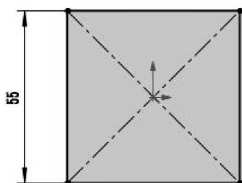

图 8-17 绘制草图
- 02 选择上视基准面作为草图平面，绘制如图 8-17 所示的草图。